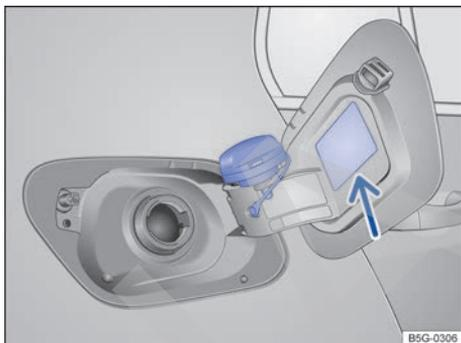

Fig. 172 Tapa del depósito de combustible abierta con el tapón enganchado en ella.
- Desenrosque el tapón del depósito en el sentido contrario al de las agujas del reloj y engánchelo en la parte superior de la tapa → fig. 172.
El tipo de combustible que utiliza el vehículo figura en el adhesivo situado en la cara interior de la tapa del depósito de combustible → fig. 172 (flecha).